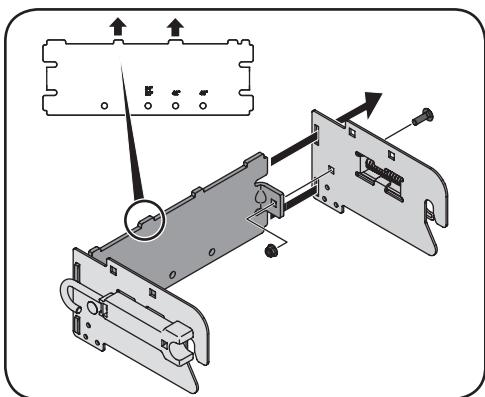

Figure 2-1
1. Insérez les extrémités du support arrière à travers les fentes étroites se trouvant à l'arrière de chaque support latéral. Consultez la Figure 2-1.
2. Fixer les pattes pliées sur le support arrière sur les supports latéraux au moyen d'une vis de carrosserie (n° 9) et un écrou de blocage nyloc (n° 11). Consultez la Figure 2-1.
**REMARQUE :** Les verrous sur les supports latéraux doivent être positionnés avec l'ouverture vers le bas à l'extérieur du support et les pattes du support arrière doivent être orientées vers le haut. Consultez l'encart de la Figure 2-1.